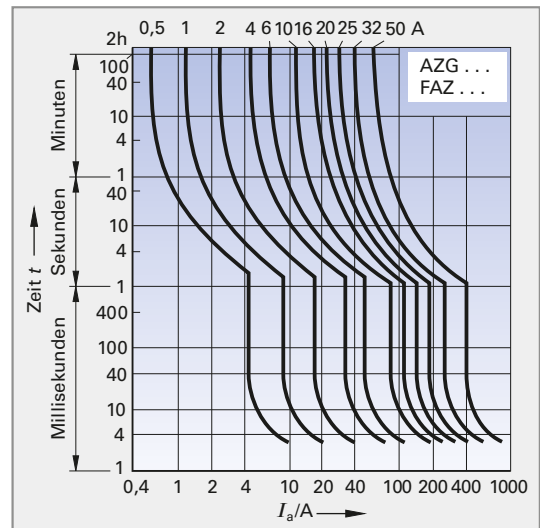

Bild 3: Auslösekennlinien von Leitungsschutzschaltern
28. Leitungsschutzschalter besitzen Auslösekennlinien, welche Datenblättern zu entnehmen sind (**Bild 3**). Welche Informationen entnehmen Sie der Kennlinie des Leitungsschutzschalters 32 A für a) $I < 32$ A, b) $I = 40$ A, c) $I = 400$ A?
29. Schaltet der Leitungsschutzschalter 10 A in Bild 3 nur bei Stromstärken kleiner 180 A ab?